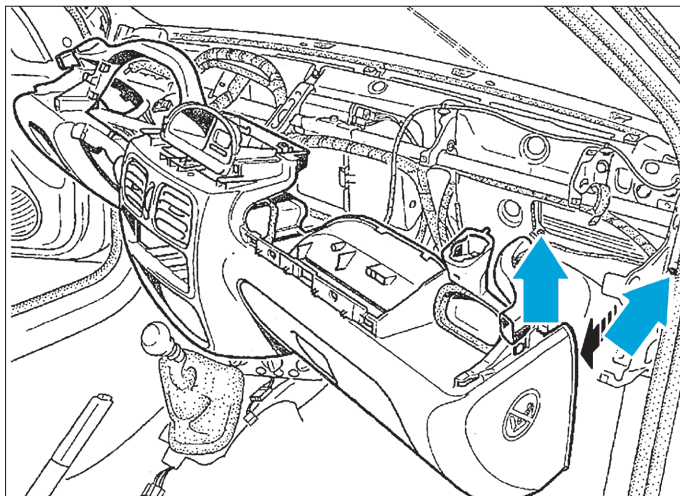

Fig. 11
- les vis de fixation du boîtier évaporateur situées derrière la planche de bord (Fig.11).